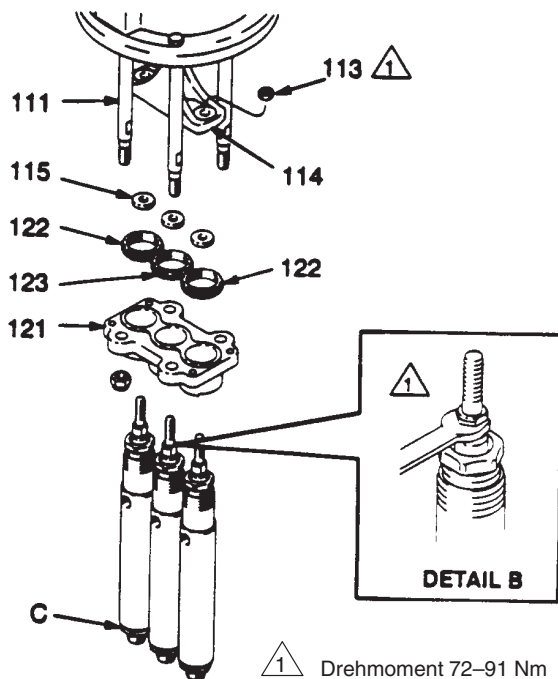

Abb. 22
1. Schrauben (113) oben auf der Traverse (114) der beiden äusseren Dosierpumpen abnehmen. Siehe Abb. 22. Anschliessend die äusseren Schrauben (122) oben an der Verbindungsplatte (121) an den beiden Dosierpumpen abschrauben. Für das Lösen der Schrauben einen Schraubenzieher und einen Hammer verwenden.
Hinweis: Die Verbindungsstangen (111) in Abb. 22 sind lediglich zur besseren Übersichtlichkeit aus der Verbindungsplatte (121) ausgebaut gezeigt; sie brauchen nicht ausgebaut werden.
2. Die beiden äusseren Pumpen von der Verbindungsplatte nehmen. Scheiben (115) von den Stangen entfernen.
Einen Schlüssel an die Schlüsselflächen der Kolbenstange der mittleren Pumpe anlegen und die Stange aus der Traverse (114) herauserschrauben. Siehe Detail B in der Abb. 22. Pumpe von der Traverse (114) nehmen, dann die Scheibe (115) von der Pumpenkolbenstange.